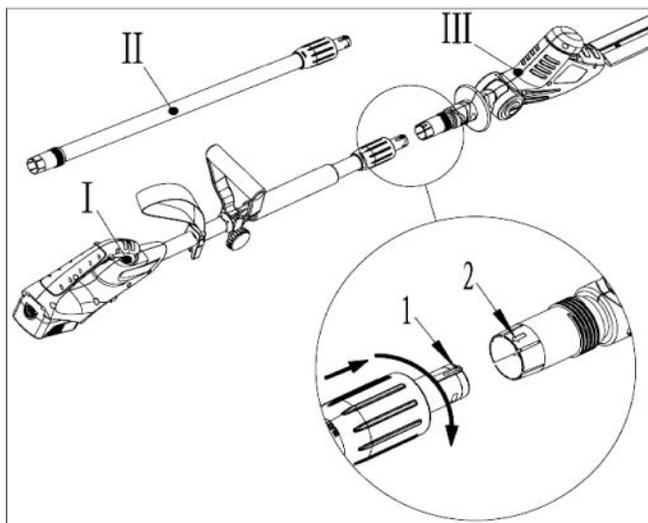

Fig.22
1. Dans l'état verrouillé la flèche 1 pointe vers la flèche 2, et les parties doivent s'enclencher complètement, comme le montre la figure 22.